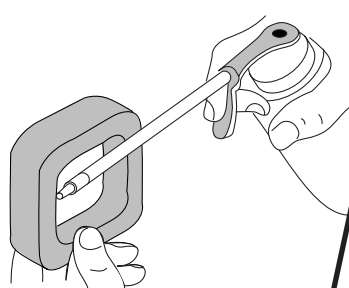

Fig. 10
5. Appliquez une quantité suffisante d'huile moteur propre SAE 30 pour enduire légèrement le filtre (Fig. 10).